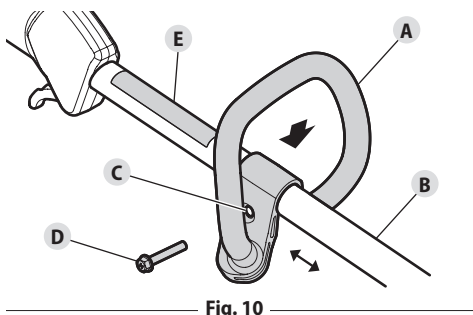

Fig. 10
1. Oprima la manija (Fig. 10-A) hacia abajo sobre el alojamiento del eje superior (Fig. 10-B). Asegúrese de que el orificio del perno (Fig. 10-C) mire hacia la derecha.
2. Inserte el perno (Fig. 10-D) en el orificio del perno y oprímalo para que pase a través de él. Ajuste el perno con un destornillador de cabeza plana, pero no lo ajuste completamente.
3. Mantenga la unidad en la posición de funcionamiento (Fig. 16). Mueva la manija hacia arriba o abajo del alojamiento del eje superior hasta que esté en una posición cómoda. Compruebe que la manija esté ubicada más allá del extremo de la etiqueta de seguridad (Fig. 10-E).
1. Afloje el perno (Fig. 10-D) con un destornillador de cabeza plana.
2. Mantenga la unidad en la posición de funcionamiento (Fig. 16). Mueva la manija hacia arriba o abajo del alojamiento del eje superior hasta que esté en una posición cómoda. Compruebe que la manija esté ubicada más allá del extremo de la etiqueta de seguridad (Fig. 10-E).